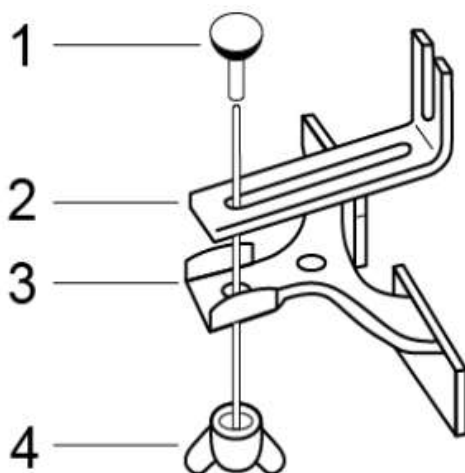
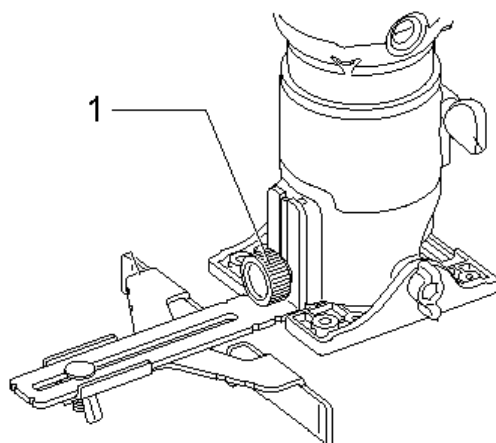

Рис.3
Рис.4
Закрепите держатель направляющей (2) и направляющую (3) с помощью болта (1) и барашковой гайки (4). (рис.3)
Прикрепите направляющую с помощью барашкового винта (1) (рис.4), закрепите параллельную направляющую на фрезере. Ослабьте барашковую гайку (4) (рис.3) и установите необходимое расстояние между фрезой и параллельной направляющей. Надежно затяните барашковую гайку.